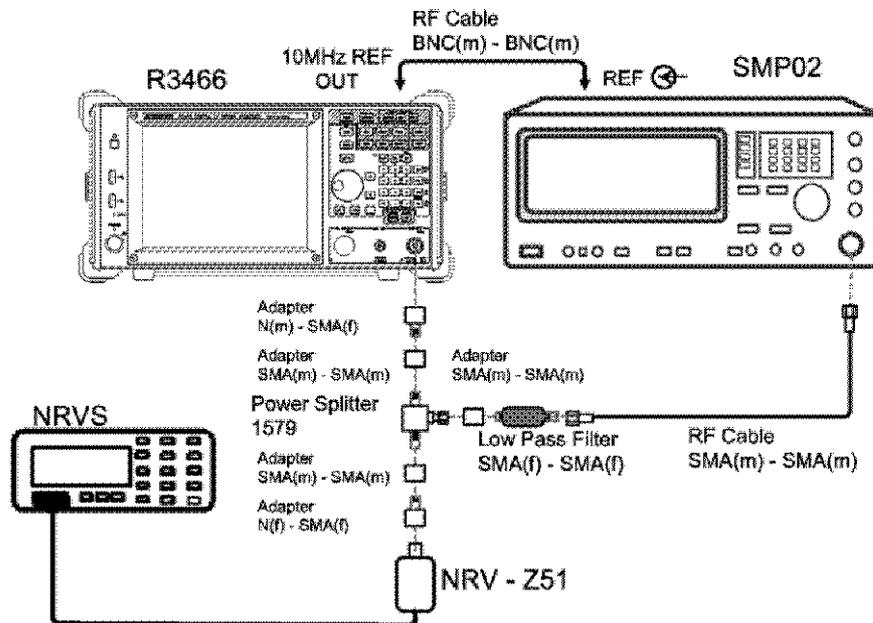

図 2-12 2次高調波歪の試験 (フィルタあり)
1. 機器を図 2-12 のように接続します。R3466N の場合は、Adapter の後に 50 to 75 Ω 変換器を使用し、センサ 75 Ω のものを使用します。